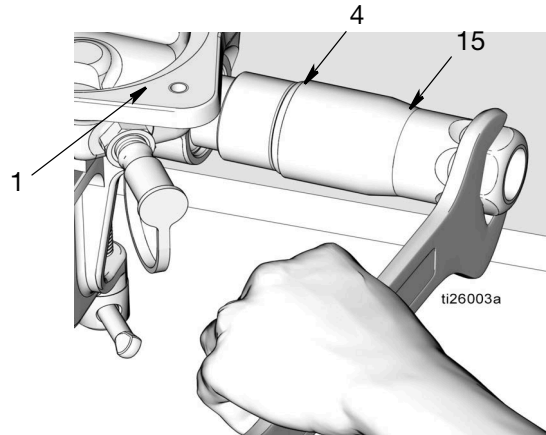

FIG. 22
- e. Deseche las juntas tóricas (7, 41) y la tuerca (5) según la normativa para una eliminación correcta
16. Saque la válvula de retención de salida (15) de la base de la bomba (1) (FIG. 22). Quite la junta tórica (4) de la válvula de retención de la salida. Deseche la junta tórica según la normativa para una eliminación adecuada